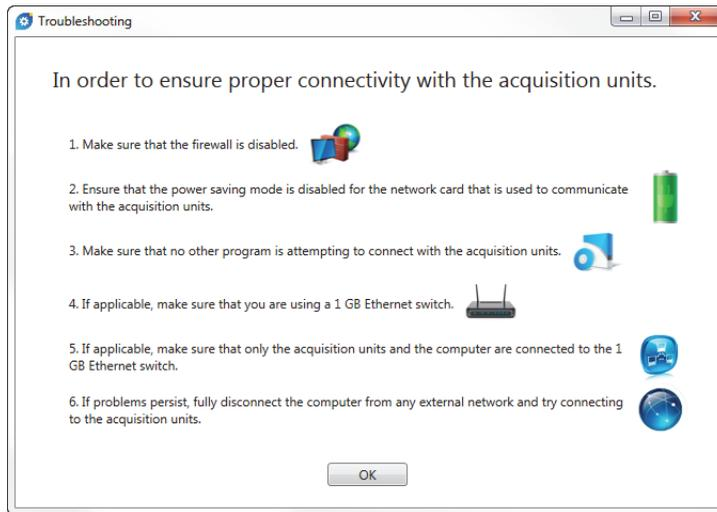

Figura 1-21 Esempio di finestra di dialogo Troubleshooting
- ◆ Cliccare su **Troubleshooting** (Risoluzione dei problemi) per visualizzare un elenco di cause possibili relative ai problemi di collegamento e seguire le istruzioni fornite (vedi Figura 1-21 a pagina 40).